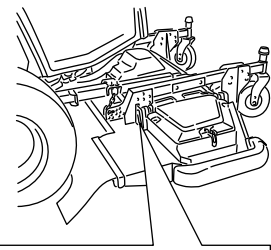

Figura 134
4. Retire el pasador de horquilla y el pasador que fijan las cadenas de ajuste de la altura de corte a la parte trasera de la unidad de corte (Figura 134).